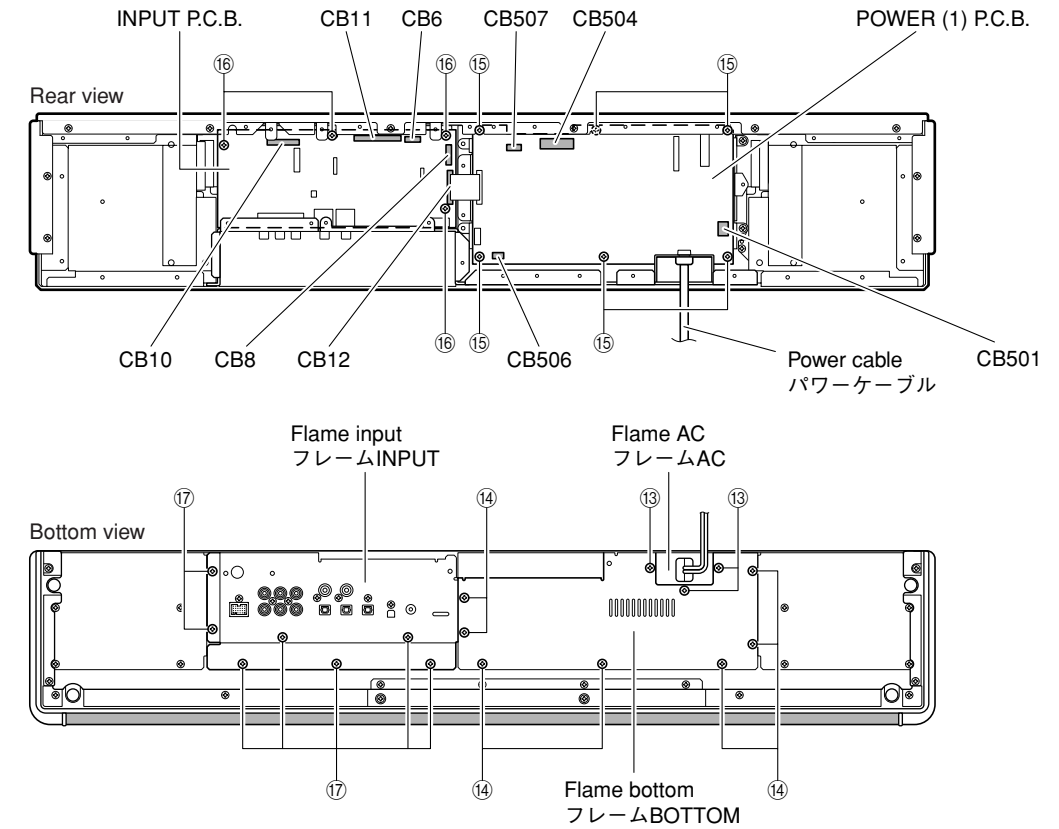

Fig. 5
5. Removal of POWER (1) P.C.B.
- Remove 3 screws (13). (Fig. 5)
- Remove CB501. (Fig. 5)
- Remove power cable together with frame AC. (Fig. 5)
- Remove 7 screws (14). (Fig. 5)
- Remove frame bottom. (Fig. 5)
- Remove 6 screws (15). (Fig. 5)
- Remove CB12, CB504, CB506 and CB507. (Fig. 5)
- Remove POWER (1) P.C.B.. (Fig. 5)
- 13のネジ3本を外します。(Fig. 5)
- CB501を外します。(Fig. 5)
- 電源コードをフレームACと一緒に取り外します。(Fig. 5)
- 14のネジ7本を外します。(Fig. 5)
- フレームBOTTOMを取り外します。(Fig. 5)
- 15のネジ6本を外します。(Fig. 5)
- CB12、CB504、CB506-507を外します。(Fig. 5)
- POWER(1)P.C.B.を取り外します。(Fig. 5)
- Remove 4 screws (16) and 7 screws (17). (Fig. 5)
- Remove CB6, CB8, CB10 and CB11. (Fig. 5)
- Remove INPUT P.C.B. together with frame input. (Fig. 5)
- 16のネジ4本、17のネジ7本を外します。(Fig. 5)
- CB6、CB8、CB10-11を外します。(Fig. 5)
- INPUT P.C.B.をフレームINPUTと一緒に取り外します。(Fig. 5)